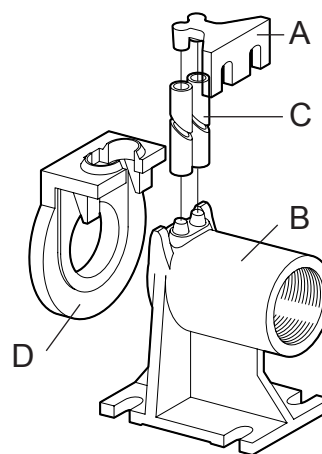

Fig. 7 Kopplingsfot
- Fäst förankringsbygeln för styrrören (fig. 7 - pos. A) i tankens kant.
- Placera stödfoten för automatisk förankring (fig. 7 - pos. B) på brunnens botten. Använd ett lod för att kontrollera att de koniska utstickarna för anslutning av styrrören är helt lodräta i förhållande till motsvarande utstick på förankringsbygeln på tankens kant. Kontrollera även planheten med hjälp av ett vattenpass.
- Märk ut läget för hålen på stödfoten. Fastställ därefter styrrörens (fig. 7 - pos. C) exakta längd.
- Montera specialfläsen (fig. 7 - pos. D) med slid och skena på pumpens utloppsror. Haka fast vajern eller kedjan vid handtaget eller hålet upptill på pumphuset.